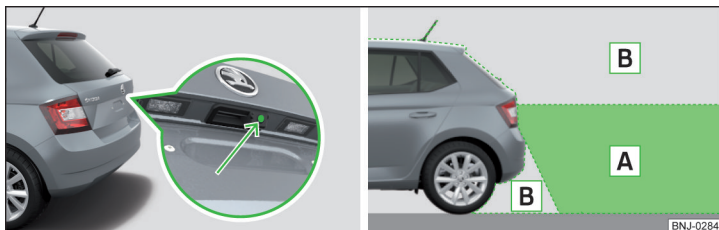

Fig. 224 Locul de amplasare al camerei / zona scanată din spatele autovehiculului
Camera pentru recunoașterea zonei din spatele autovehiculului este amplasată în mânerul capotei portbagajului » fig. 224.
**Zona din spatele autovehiculului » fig. 224**